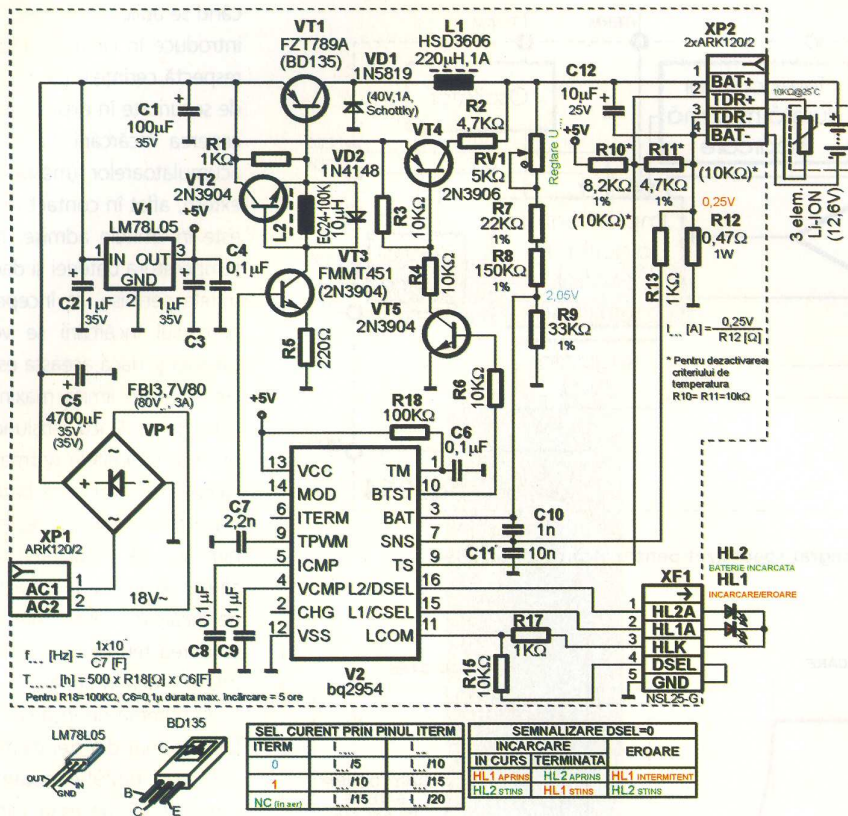

Fig. 7 Schemă electrică de principiu pentru un încărcător pentru 3 elemente (12,6V) cu bq 2954
O schemă de încărcare pentru un acumulator format din trei elemente (12,6V) și care utilizează bq2954 poate fi cea din fig. 7. Circuitul V2 necesită alimentare în +5V de aceea s-a introdus stabilizatorul V1. Etajul de putere, funcționând în comutație, este format din VT1, VT2, VT3 și componentele asociate. Deoarece frecvența de comutație poate fi de până la 200KHz, tranzistoarele trebuie să fie de comutație. Pentru curenți de până la 0,5A se poate utiliza și BD135 pentru VT1. Stabilizatorul în comutație este completat de VD1 și L1. Frecvența de comutație este dictată de valoarea condensatorului C7. La frecvența aleasă, factorul de umplere variază între 0 și 80%. VT5 și VT4, comandate din pinul de BTST permit circuitului să verifice dacă o baterie este prezentă la ieșire. Rezistorul de sesizare pentru curentul maxim de încărcare este R12.
Pinul ITEM (6) permite (prin neconectare, conectarea la +5V sau la masă) selectarea valorii curentului aplicat bateriei la sfârșitul încărcării, raportat la curentul maxim de încărcare. Valorile selectabile sunt indicate în tabelul din fig. 7.
cată (tensiunile nu se găsesc în intervalul 0,4Vcc-0,6Vcc) încărcarea este oprită. Reluarea încărcării se face după revenirea tensiunii în domeniul 0,44Vcc-0,6Vcc. Pentru determinarea exactă a valorii rezistoarelor R10, R11 trebuie cunoscută cu exactitate caracteristica termistorului (3). Dacă se dorește inhibarea controlului temperaturii (ceea ce nu este recomandat, dat fiind potențialul exploziv...) R10 și R11 sunt egale și de 10K#. Valorile din fig. 7 sunt date pentru un termistor uzual de 10KΩ la 25°C și pentru un domeniu de temperatură, pentru acumulator, de +5...+40°C. Pentru că și asta contează, în tab. 1 se indică un preț estimativ al circuitelor integrate utilizate, raportat la prețul de cost al unui stabilizator linear uzual (LM317T). Bobinele utilizate în schemele din figurile 4 și 6 se pot cumpăra. ♦